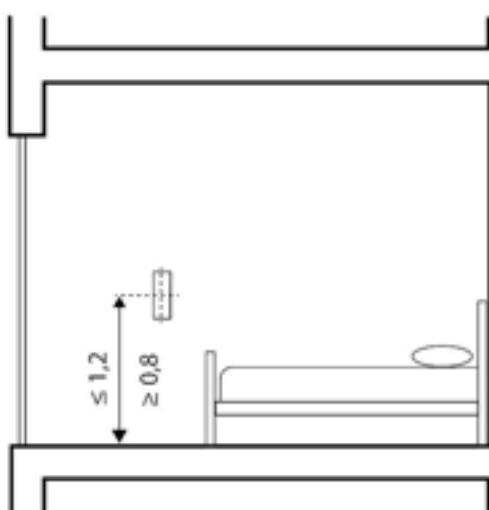

FIG. 5
Altri suggerimenti di installazione (Fig. 3 e 4), inclusa una camera da letto (Fig. 5). NON installare dietro tende, in locali molto umidi, in presenza di aerosol, nei bagni, in garage, in aree particolarmente sporche o polverose, vicino a finestre o ventole di areazione.
*Additional installation suggestions (Fig. 3 and 4), including a bedroom (Fig. 5). DO NOT install behind curtains, in very humid rooms, in the presence of aerosols, in bathrooms, garages, particularly dirty or dusty areas, near windows or ventilation fans.*
Weitere Installationsvorschläge (Abb. 3 und 4), einschließlich Schlafzimmer (Abb. 5). NICHT hinter Vorhängen, in sehr feuchten Räumen, bei Vorhandensein von Aerosolen, in Badezimmern, Garagen, besonders schmutzigen oder staubigen Bereichen, in der Nähe von Fenstern oder Lüftungsventilatoren installieren.
Autres suggestions d'installation (Fig. 3 et 4), notamment dans une chambre à coucher (Fig. 5). NE PAS installer derrière des rideaux, dans des pièces très humides, en présence d'aérosols, dans des salles de bains, des garages, des zones particulièrement sales ou poussiéreuses, près de fenêtres ou de ventilateurs d'aération.
Sugerencias de instalación adicionales (Fig. 3 y 4), incluido un dormitorio (Fig. 5). NO instalar detrás de cortinas, en habitaciones muy húmedas, en presencia de aerosoles, en baños, garajes, áreas particularmente sucias o polvorrientas, cerca de ventanas o ventiladores.
Sugestões adicionais de instalação (Fig. 3 e 4), incluindo quarto (Fig. 5). NÃO instale atrás de cortinas, em ambientes muito húmidos, na presença de aerossóis, em casas de banho, garagens, áreas particularmente sujas ou poeirentas, perto de janelas ou ventoinhas.